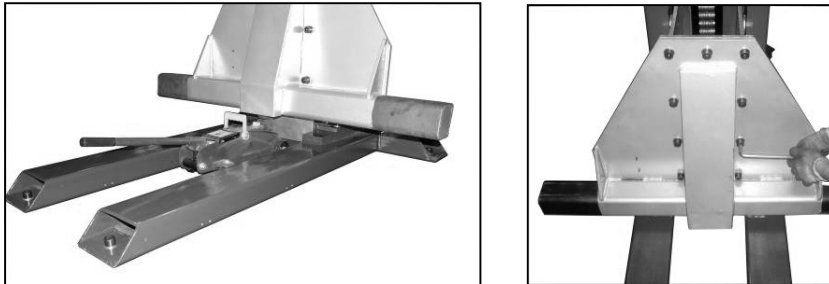

Figura : 8-A, B Carro elevador
- 9) A continuación, debe fijar el bastidor del elevador al soporte con tornillos. (Fig. 8-A, B) Un gato hidráulico o un bloque de poleas son muy adecuados para nivelar con los orificios. A continuación, apriete todos los tornillos del bastidor.